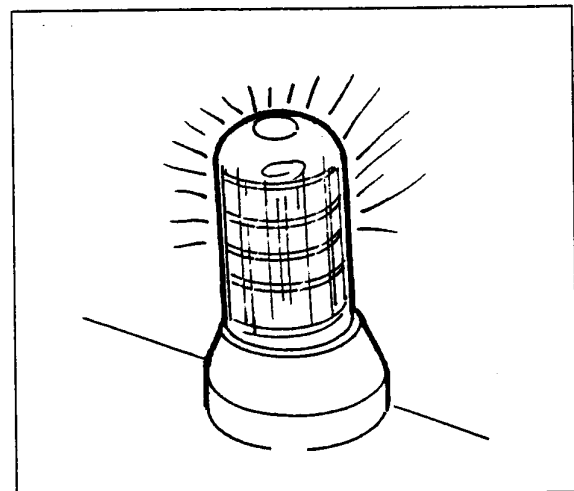

Fig. 2-39
- En carretera, utilice luces intermitentes o la lámpara giratoria, tanto de día como de noche, a menos que la ley lo prohíba (Fig. 2-39).